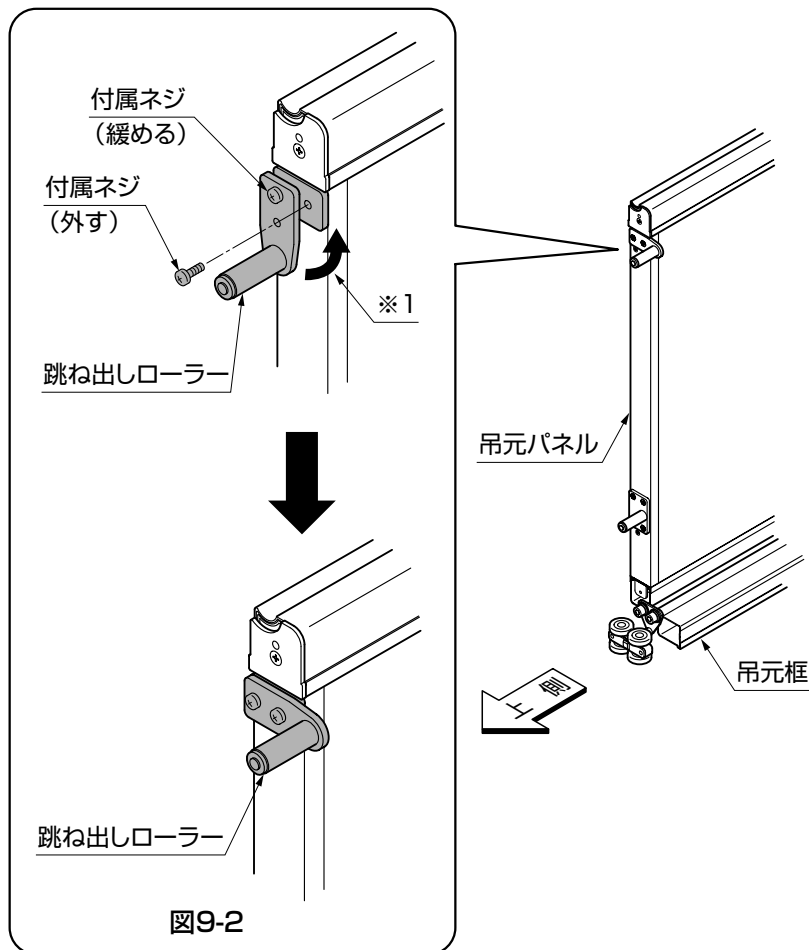
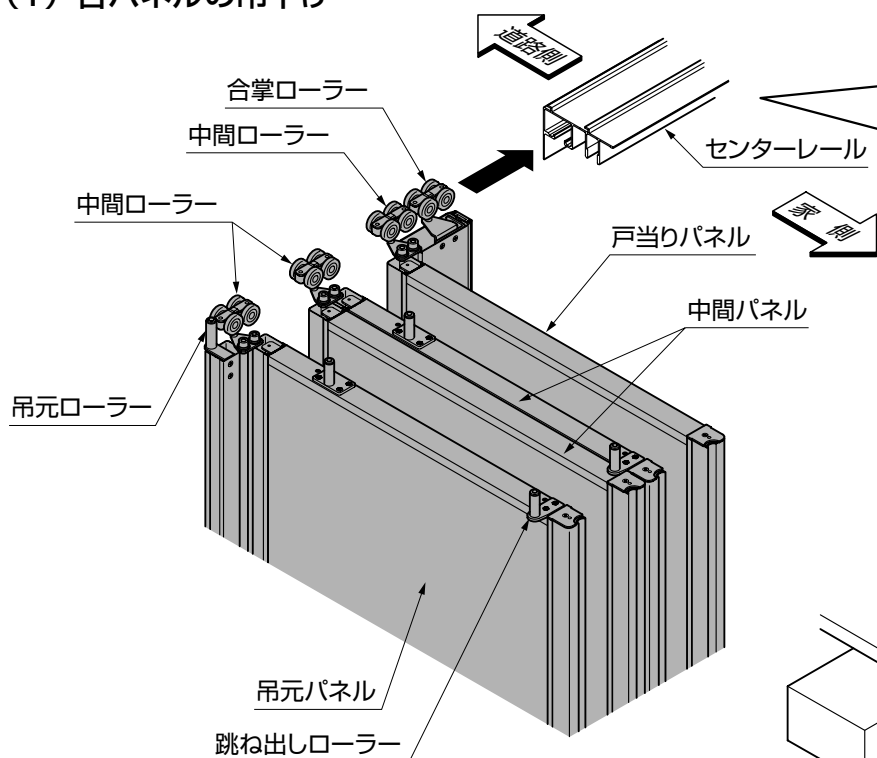
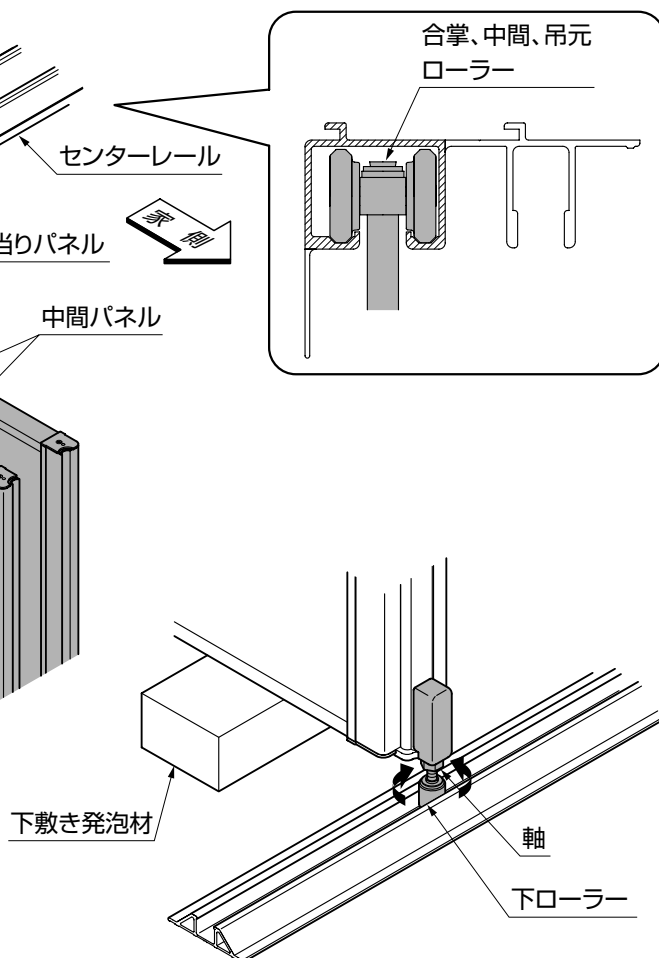

図9-2
図9-5
図9-6
(図9-2参照)
(図9-2、図9-5参照)
- 取付け方向や方法(※1)を間違えるとパネルの吊下げができなかったり、施工後に正常な開閉ができなくなります。(図9-3、図9-5参照)
- 取付け方向や方法(※1)を間違えるとパネルの吊下げができなかったり、施工後に正常な開閉ができなくなります。(図9-4、図9-5参照)
- ①合掌ローラーと戸当りパネルの中間ローラーをセンターレールに通して戸当りパネルを吊下げ、下ローラーを仮調整してください。(図9-5、図9-6参照)
- ②中間パネルの中間ローラーをセンターレールに通して中間パネルを吊下げ、下ローラーを仮調整してください。(図9-5、図9-6参照)
- ③吊元パネルの中間ローラーと吊元ローラーをセンターレールに通して吊元パネルを吊下げ、下ローラーを仮調整してください。(図9-5、図9-6参照)
② 合掌ローラー、中間ローラー、吊元ローラーの順にセンターレールに通してパネルを吊下げ、下ローラーを仮調整してください。(図9-6、図9-10参照)